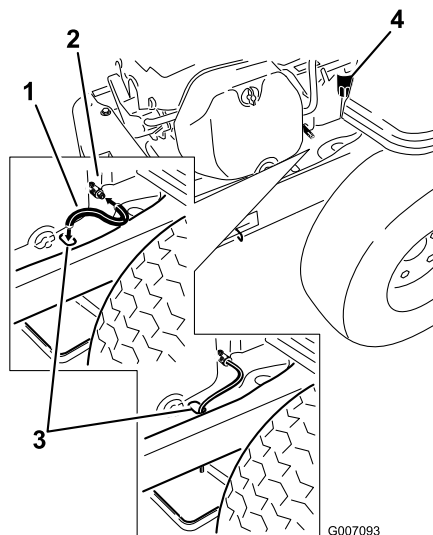

Figura 28
5. Pulite l'area attorno alla valvola di spurgo e sul telaio della macchina. Individuate il tubo di spurgo dell'olio e spostatelo sopra la valvola di spurgo (Figura 28).
6. Infilate l'estremità opposta del tubo di spurgo dell'olio attraverso il foro di spurgo sul telaio (Figura 28).